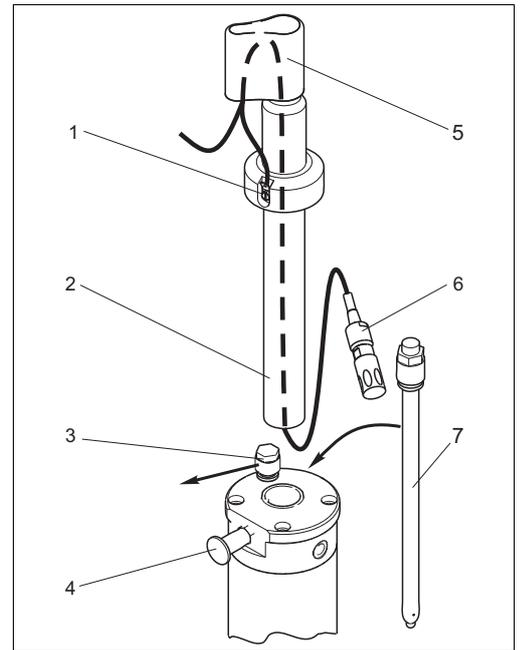

Abb. 15: Sensoreinbau
1. Ziehen Sie die Spritzschutzkappe (Abb. 15, Pos. 5) von der Armatur ab.